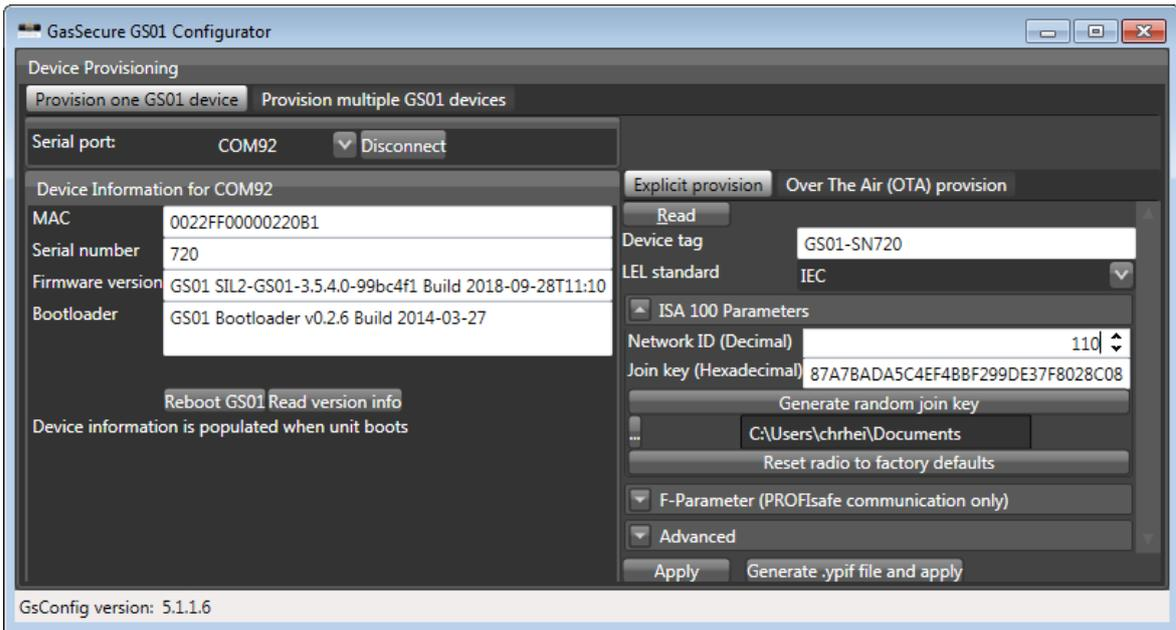

Figura 3-1: GS01 Configurator
comprobar que se muestra la información del dispositivo, cf. Figura 3-1. Pulsar el botón "Read version info" (Leer información de versión) si no aparece automáticamente la información del dispositivo. Pulsar el botón "Read" (Leer) para que se muestre el estado de aprovisionamiento actual del dispositivo. Mantener "Explicit provision" (Aprovisionamiento explícito).
- c) Introducir la etiqueta del dispositivo⁵ y la ID de red requerida en formato decimal⁶, consultar Figura 3-1.
- b) Ejecutar GS01 Configurator y seleccionar el puerto COM correcto. Mantener el modo predeterminado "Provision one GS01 device" (Aprovisionar un dispositivo GS01). Pulsar el botón "Connect" (Conectar) y comprobar que se muestra la información del dispositivo, cf. Figura 3-1. Pulsar el botón "Read version info" (Leer información de versión) si no aparece automáticamente la información del dispositivo. Pulsar el botón "Read" (Leer) para que se muestre el estado de aprovisionamiento actual del dispositivo. Seleccionar "Over The Air (OTA) provision".